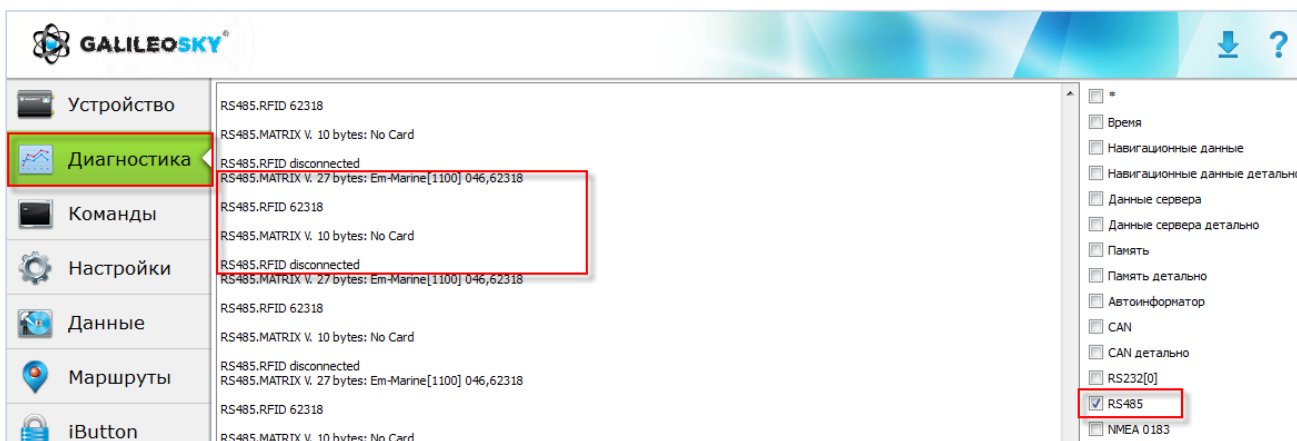

Рисунок 8. Вид вкладки «Диагностика» при прикладывании RFID метки к считывателю Matrix 5
6. Приложите ключ (метку) к считывателю Matrix 5, в окне диагностики должна появиться информация о прикладываемой метке (рис. 8)